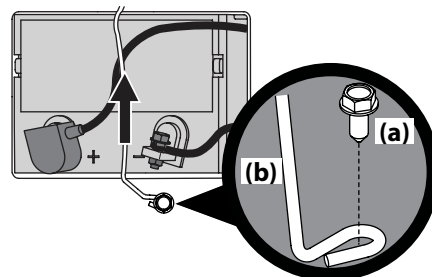

Figura 4-10
- Extraiga el tornillo de cabeza hexagonal (a) que sujeta el soporte de sujeción de la batería (b) al marco. Luego levante el soporte de sujeción de la batería (b) para liberar la batería. Consulte Figura 4-10.